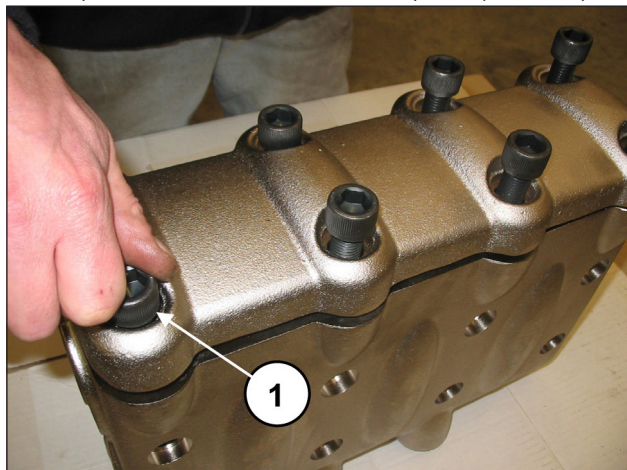
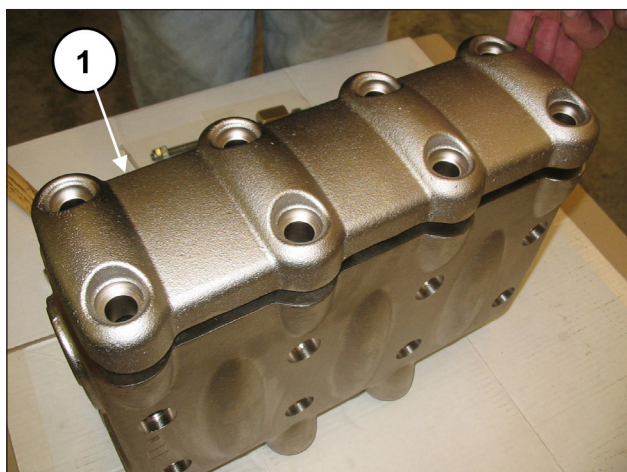

Abb. 99
Abb. 100
Lösen Sie die 8 Schrauben M16x55 des Ventildeckels (Pos. ①, Abb. 99) und nehmen Sie den Deckel ab (Pos. ①, Abb. 100).